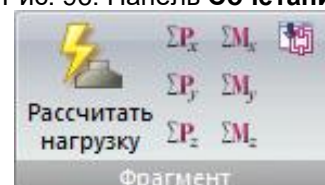

Рис. 97. Панель **Фрагмент**
- **Фрагмент** (рис.97) – задание исходной информации для определения нагрузок на фрагмент, определение нагрузок на фрагмент, отображение результатов расчета.
Панель **Фрагмент** (рис.97) содержит следующие команды: